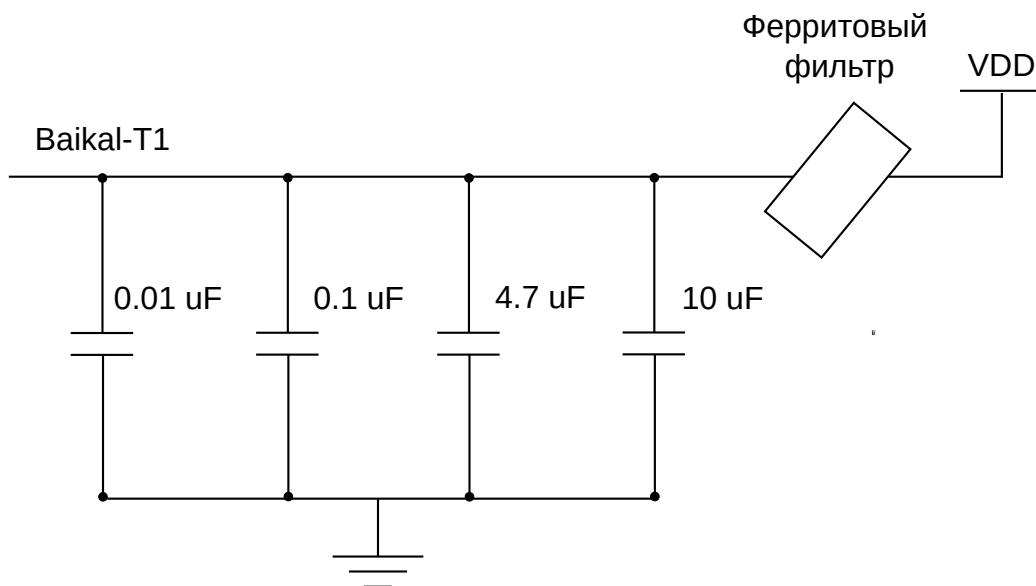

Рисунок 2 - Подключение доменов питания 0,95/1,5/1,8 В
- 1) Может соединяться на плате с другими доменами питания с напряжением 0,95 В (например, VDD) с помощью банка конденсаторов (0,01 мкФ, 0,1 мкФ, 4,7 мкФ, 10 мкФ) и ферритового фильтра (MPZ1608S101ATAH0 или подобного), см. рисунок 2.
- 2) Может соединяться на плате с другими доменами питания с напряжением 1,5 В с помощью банка конденсаторов (0,01 мкФ, 0,1 мкФ, 4,7 мкФ, 10 мкФ) и ферритового фильтра (MPZ1608S101ATAH0 или подобного), см. рисунок 2.
- 3) Может соединяться на плате с другими доменами питания с напряжением 1,8 В с помощью ферритового фильтра (MPZ1608S101ATAH0 или подобного) и банка конденсаторов (0,01 мкФ, 0,1 мкФ, 4,7 мкФ, 10 мкФ) для VSATA\_18 или банка конденсаторов (0,1 мкФ, 0,1 мкФ, 0,1 мкФ, 1,0 мкФ, 10 мкФ) для VDDR\_18, см. рисунок 2.